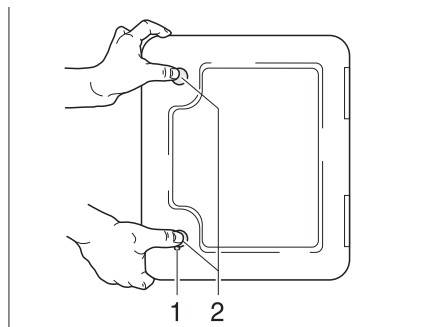

Bild 145 Lucka för toalett-kassetten
- Öppna luckan till kassetten på fordonets utsida. Stick för detta in nyckeln i låscylindern i trycklåset (Bild 145,1) och vrid den ett kvarts varv.
- Tryck samtidigt in de två trycklåsen (Bild 145,2) med tummarna och öppna luckan för kassetten.